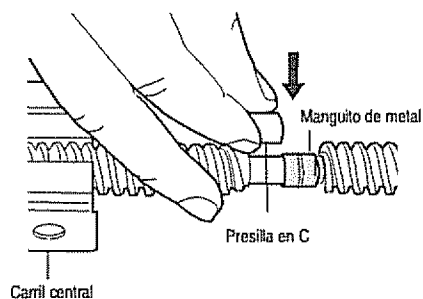

Figura 2
- Extienda el tornillo de impulsión unos cuantos centímetros desde el carril central, y deslice el manguito sobre el muñón largo (Figura 2).